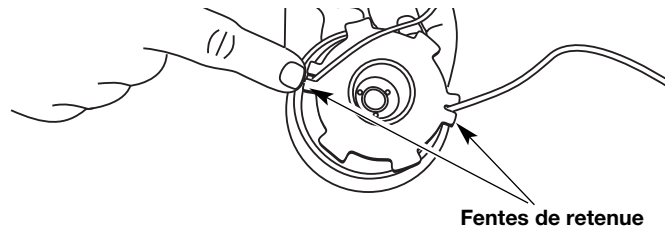

Fig. 37
- Insérez les extrémités du fil dans les deux fentes de retenue (Fig. 37).